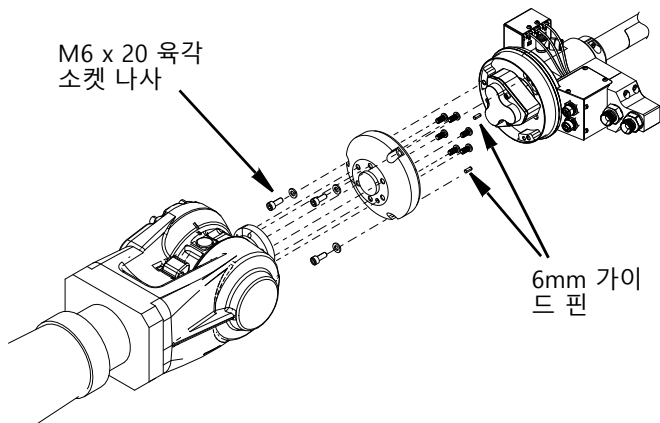

FIG. 2
2. 장착 플랜지는 M6x20 육각 소켓 나사 3개를 사용하여 Switch 3D Gun 본체에 부착됩니다. 98.2 in-lbs (11.1 N•m)의 토크로 조입니다. 키트와 함께 제공된 6mm 가이드 핀이 올바른 위치에 삽입되었는지 확인해야 합니다. FIG. 2.